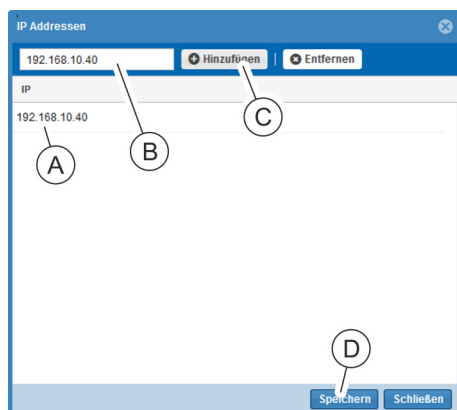

Fig. 59: Fenêtre « Adresses IP »
⇒ La fenêtre « Adresses IP » s'ouvre (Voir la Fig. 59).
19. Saisir une adresse IP (Voir la Fig. 59/Ⓐ) dans le champ de saisie et ajouter la liste (Voir la Fig. 59/Ⓐ) en appuyant sur le bouton « Ajouter » (Voir la Fig. 59/Ⓒ).
20. Une fois la saisie terminée, fermer la fenêtre en appuyant sur le bouton « Enregistrer » (Voir la Fig. 59/Ⓓ).